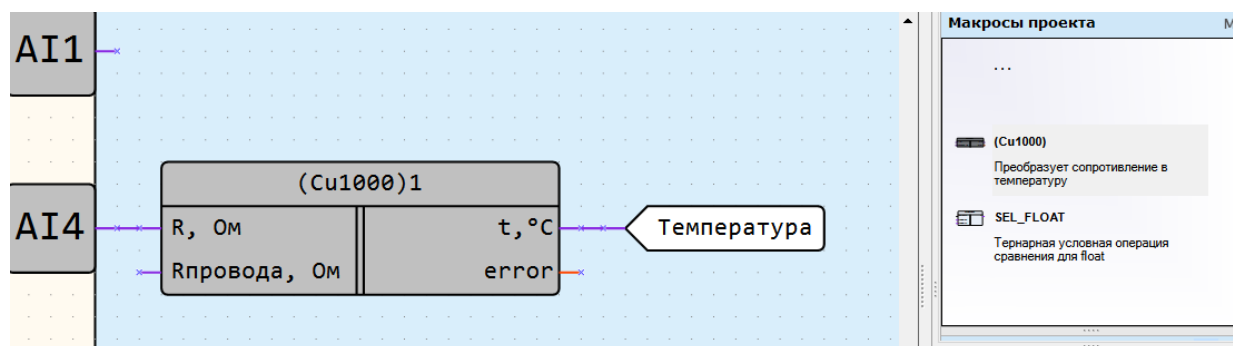

Рисунок 5 – Настройка аналогового входа при подключении датчика сопротивления
- 7) Закрывать «Менеджер компонентов» и со вкладки «Макросы» библиотеке компонентов подсоединить добавленный макрос к аналоговому входу (рис. 5).